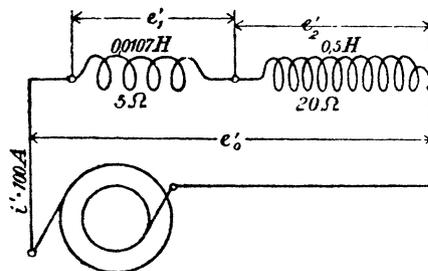

Fig. 110.
255. Durch zwei hintereinander geschaltete Spulen (Fig. 110) fließt ein Wechselstrom von 100 [80] (10) A und 50 Perioden. Der Widerstand der ersten Spule ist  $W_1 = 5$  [7] (3)  $\Omega$ , ihr Selbstinduktionskoeffizient 0,0107 [0,02] (0,03) Henry, der Widerstand der zweiten Spule 20 [17] (8)  $\Omega$ , ihr Selbstinduktionskoeffizient 0,5 [0,2] (0,1) Henry.